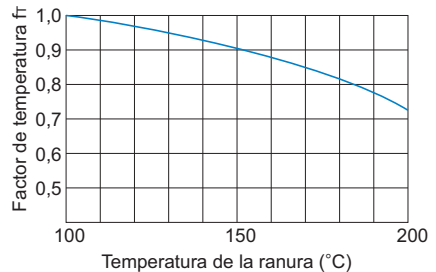

Fig.3 Factor de temperatura (f_t)
- f_T : Factor de temperatura (consulte Fig.3 en **A5-6**)
Si la temperatura del entorno que rodea al modelo ST en funcionamiento supera los 100°C, tenga en cuenta el efecto negativo de las altas temperaturas y multiplique la capacidad de carga básica por el factor de temperatura indicado en Fig.3.